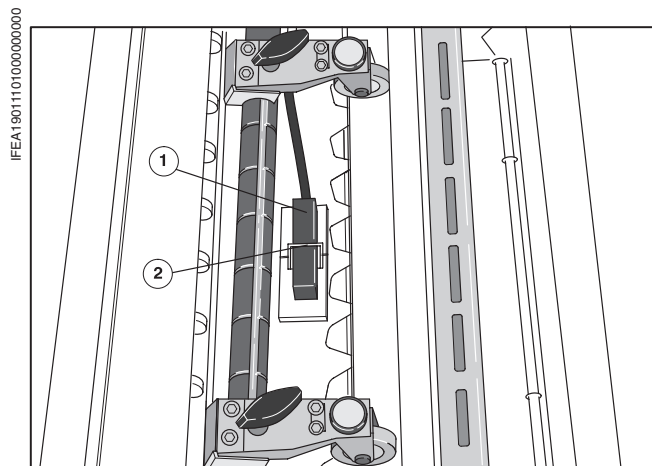

Рис. 1 Механизм контроля листов, место расположения
Механизм контроля листов (Рис. 1/①) расположен перед валом тактовых роликов на направляющей планке.
- ① Ослабить фиксирующую пружину (Рис. 1/②).
- ⑥ Механизм контроля листов зафиксировать пружиной (Рис. 1/②) на направляющей планке.